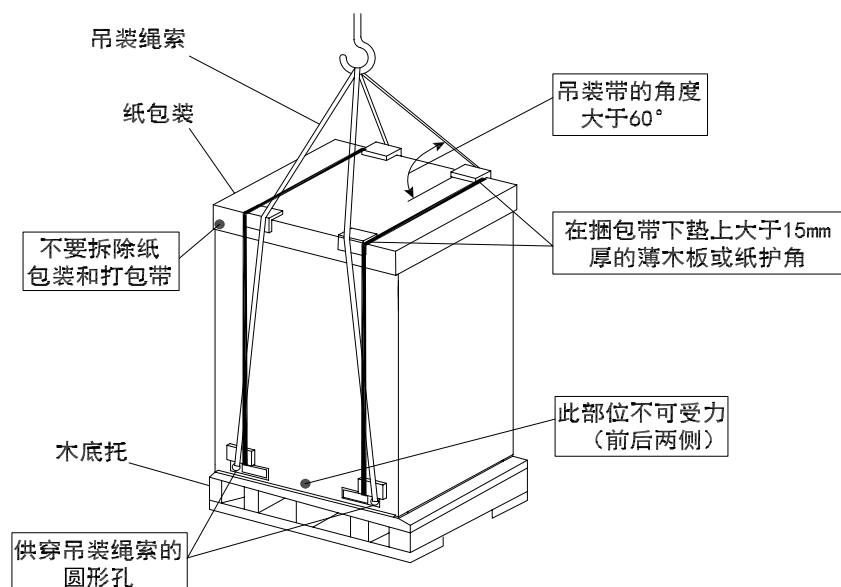

图 4.1 机组吊装示意图
吊装时，将吊带从机组一侧吊装孔穿入，从机组另一侧对应吊装孔穿出，吊装方式如图 4.1。
(1) 对纸箱包装的机组，严禁拆除任何包装填充。
(2) 如图 4.1 所显示，在用 2 根钢丝绳捆包的情况下吊装。